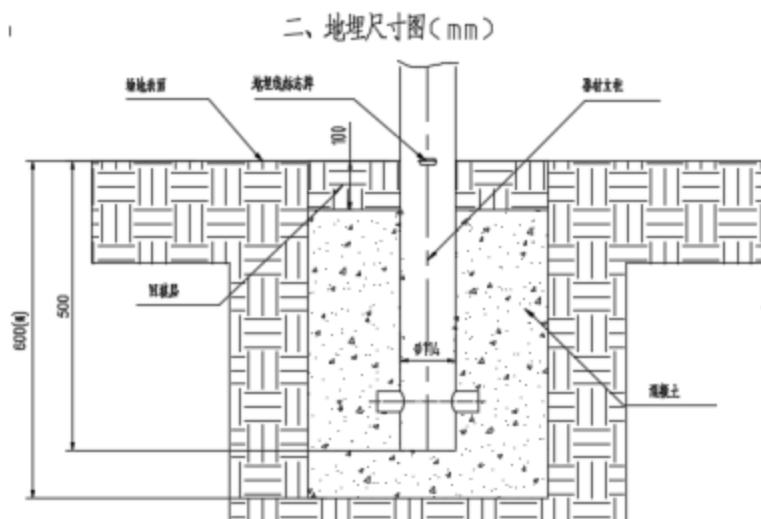

图4
4) 向混凝土基坑中浇筑混凝土，浇筑至距场地表面100mm处（如图4）；